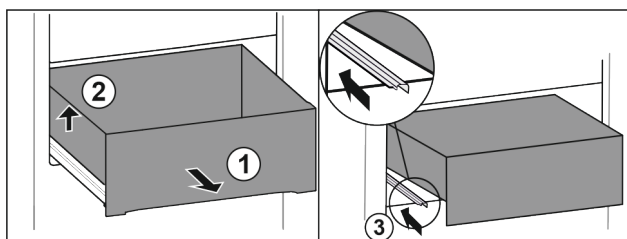

Fig. 106
- Predal izvlecite do omejevala. Fig. 106 (1)
- Dvignite predal levo. Fig. 106 (2)
- Vstavite levo vodilo. Fig. 106 (3)